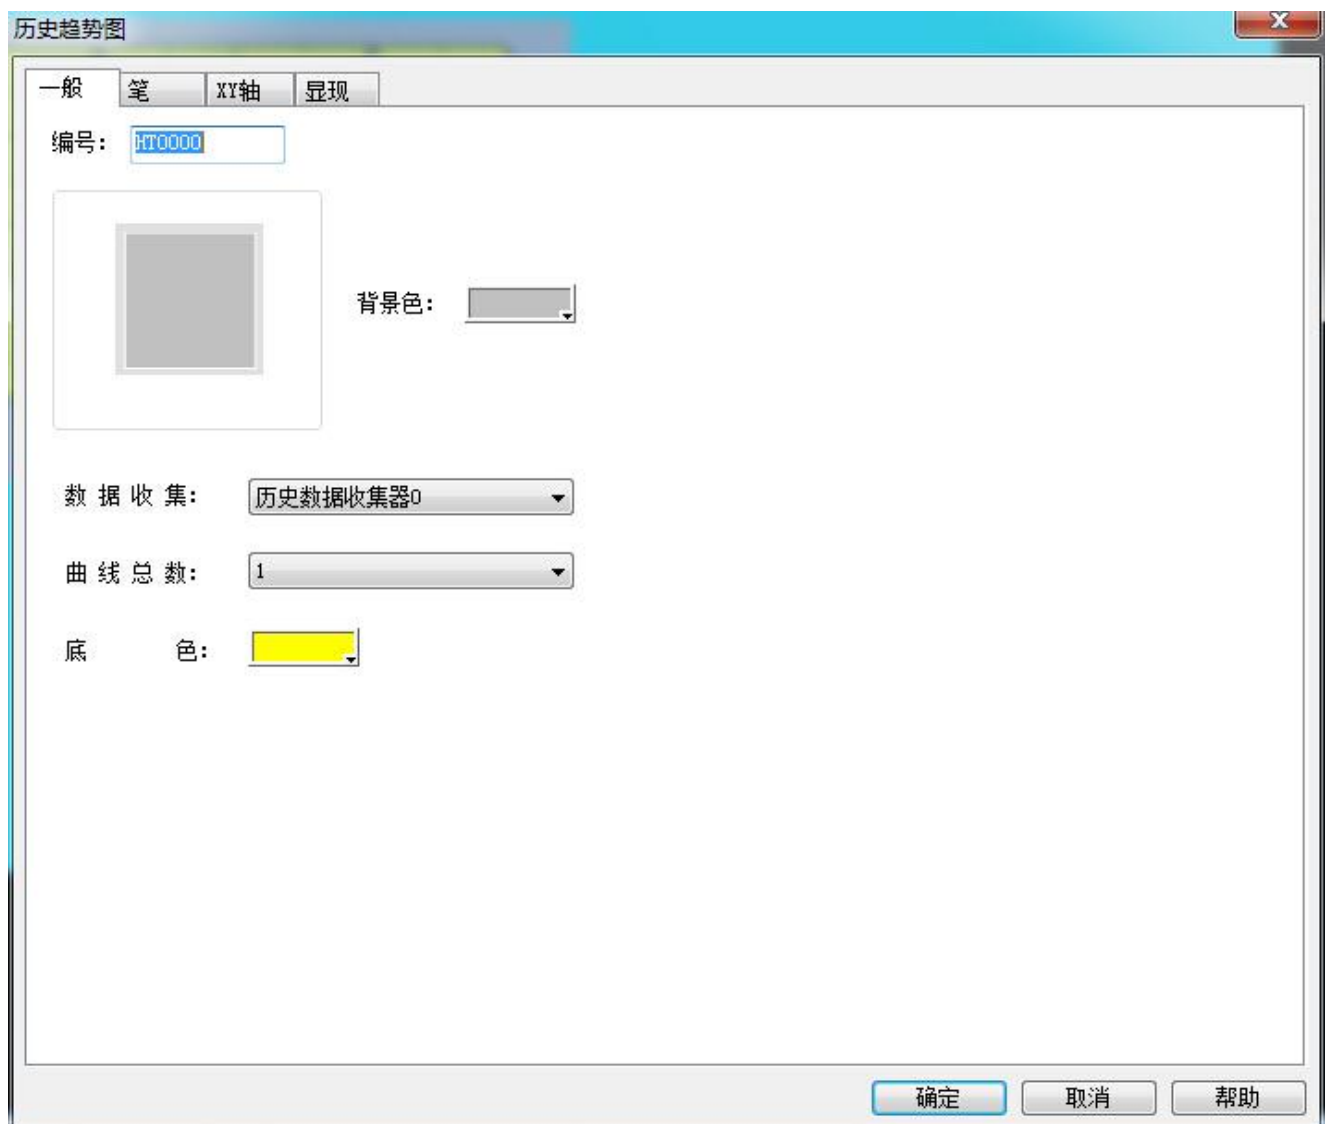

图 4-90 历史趋势图一般页面对话框
1. 选择右侧工具栏功能控件下的趋势图图标 ，出现趋势图属性对话框，如图 4-90 所示：